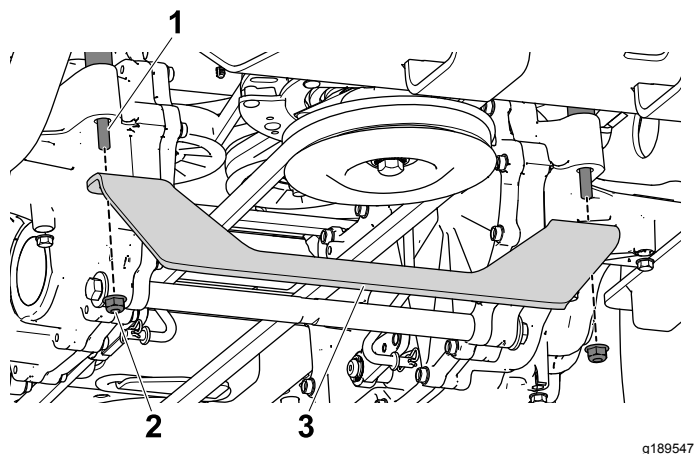

図 15
1. 左右のトランスミッションについているサポートボルトからフランジナット2個を外して脇に置く 図 15。
2. サポートボルトにブラケットを取り付ける前のステップで外したフランジナット2個を使う 図 15。